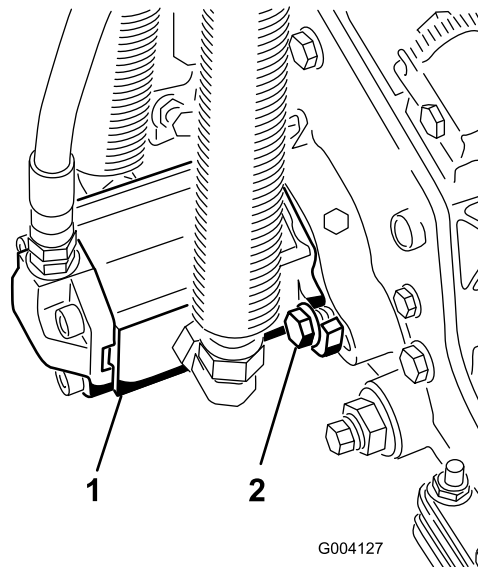

Bild 14
16. Montieren Sie den Motor; drehen Sie ihn nach rechts, damit die Motorflansche nicht die Schrauben berühren (Bild 14).